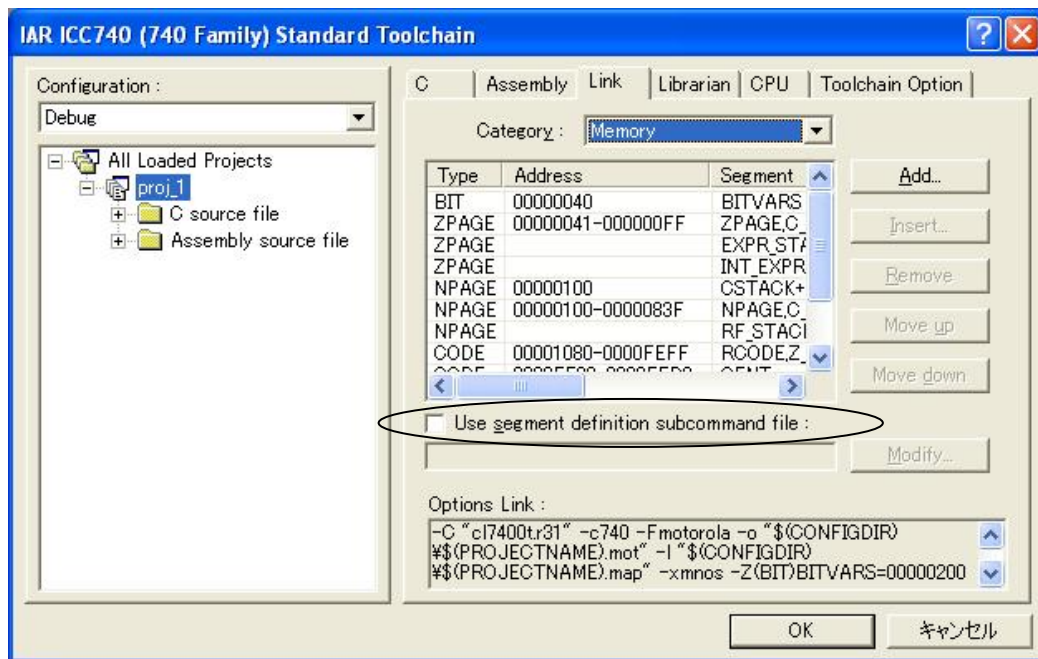

図 26 : Link タブ
V.1.01 Release 02 では、XLINKのオプションのGUI化を行い、lnk740.xclを使用しない形式にしました(図 26)。